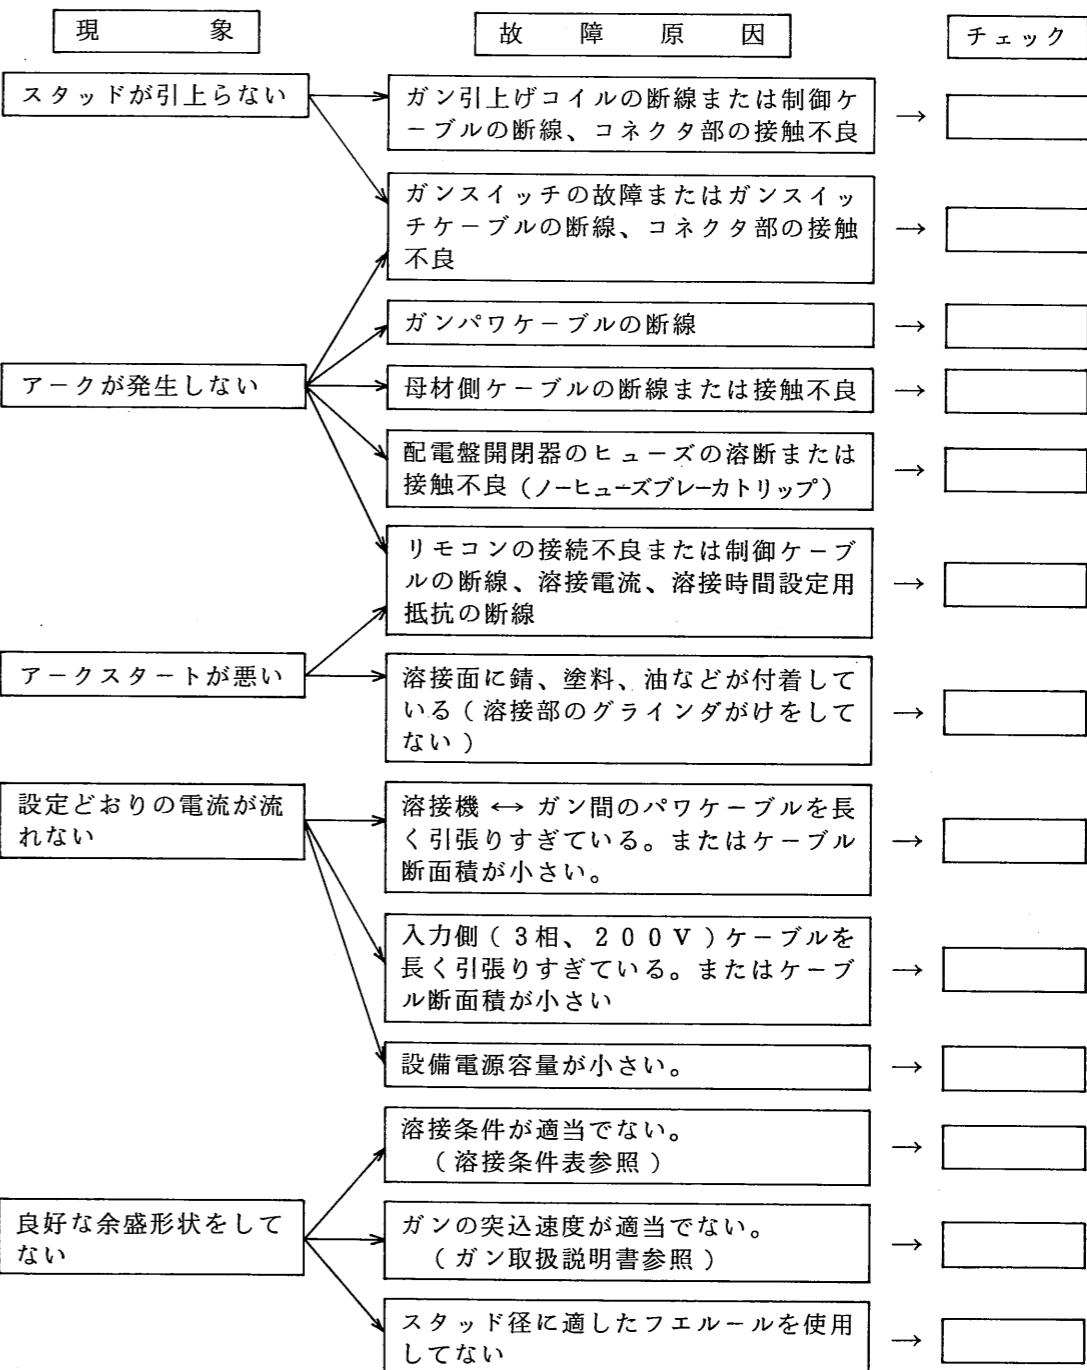

図6. ごく簡単なチェック項目
10.2項の故障原因を追求する前に、まず図6のチェック項目についてチェックしてください。
以下の方法にしたがって、故障の原因を追求しますが、その前にまず、図6のチェックおよびメタルコンセント、ケーブルの接続部分、ロックインコネクタに接触不良がないかどうか調べてから原因の追求を進めてください。